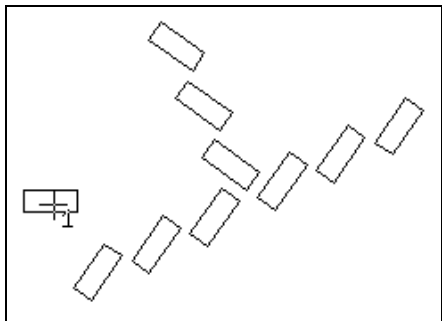

Рис. 10.18. Массив копий по концентрической сетке
- ◆ выберите базовую точку и щелкните ЛК мыши. Массив копий по параллелограммной сетке построен (рис. 10.18);